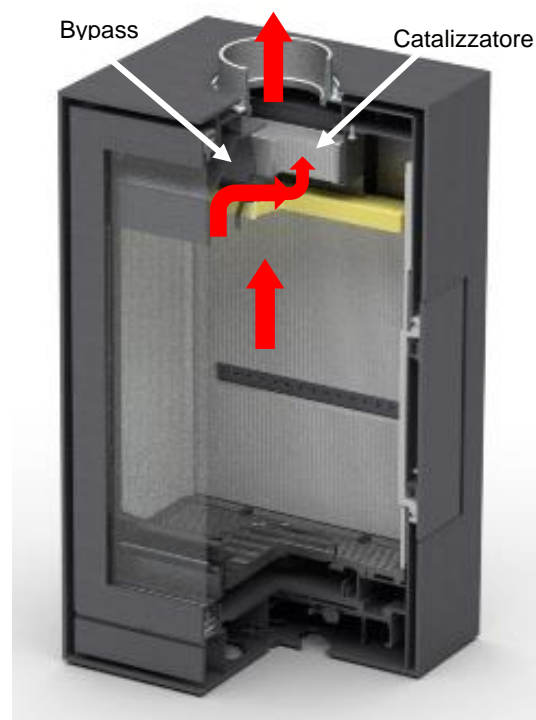

Fig. 14. Circolazione di fumo con bypass
- Procedere quindi alla regolazione del regime desiderato con il comando ARIA SUPERIORE manualmente con la chiave fornito; o con l'aiuto del telecomando, premendo il tasto OFF/LO. Con l'esperienza, si troverà velocemente la posizione che più risponde alle vostre esigenze. Se si dispone del sistema Catalytic Hybrid Woodbox, chiudere il bypass in modo che tutti i gas passino attraverso il catalizzatore (Fig. 14) ed ottenere così la massima efficienza della stufa. **Proteggere le mani per eseguire tale operazione.** Inoltre, se si dispone della regolazione del tiraggio, è possibile regolare la combustione azionando il comando.
- Quindi, abbassare il regime quasi al minimo. Se si dispone del sistema Catalytic Hybrid Woodbox, chiudere il bypass (Fig. 14). **Proteggere le mani per eseguire tale operazione.**